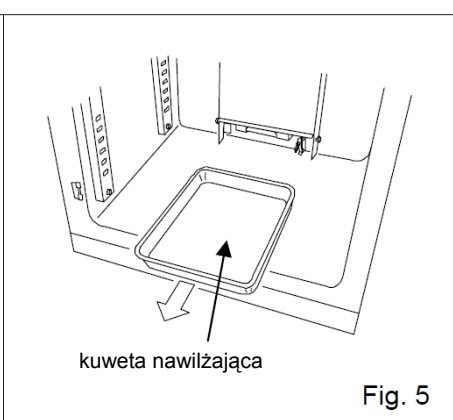

Fig. 5
6. Wyjmij kuwetę nawilżającą (Rys. 5)